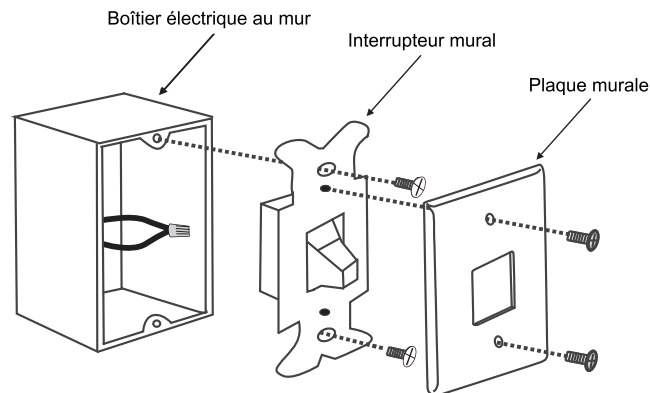

Fig. 22
Étape 1. Retirer la plaque et l'interrupteur muraux existants du boîtier mural existant. Déconnecter les fils de l'interrupteur. À l'aide d'un connecteur de fils, connecter les fils NOIRS ensemble (courant), et replacer les fils à l'intérieur du boîtier électrique (**Fig. 22**); ou choisir un nouvel emplacement pour un nouveau boîtier électrique mural.